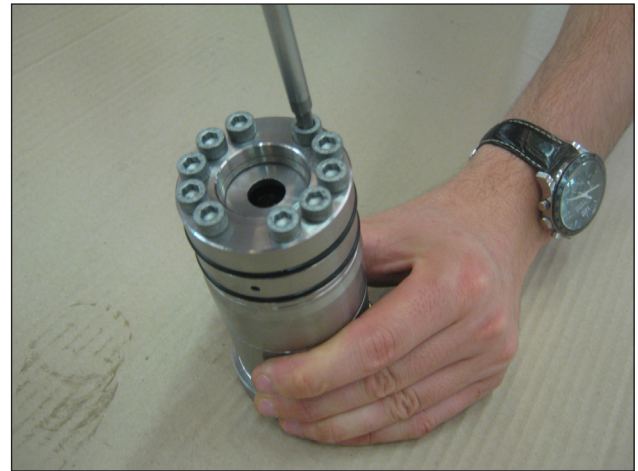

Fig. 49
- Ensamblar los grupos de soporte de la junta LP y HP. – camisa y apretar a mano los tornillos M6x80 como se indica en la Fig. 49. A continuación, apretar con la llave dinamométrica como se indica en el capítulo 3.